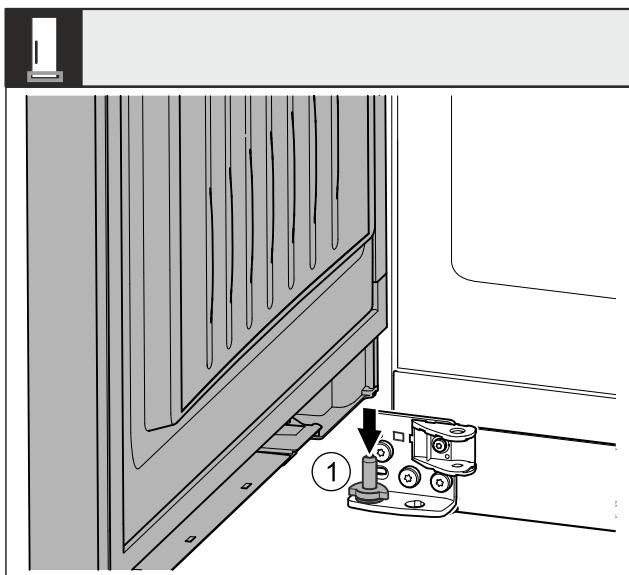

Fig. 43 \*
- ▶ 从上方将冰箱门放在下面的轴承螺栓 Fig. 43 (1)上。\*